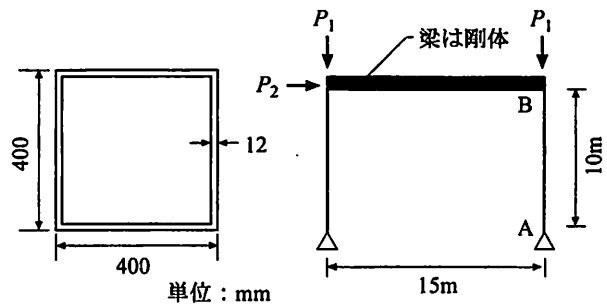

図 4-1
①		②		③		④		⑤
(2) 図 4-1 に示す門型フレームに短期荷重 P_1 および P_2 が作用する場合の柱の許容応力度設計を行う。柱は箱形断面で \square -400×400×12 であり、鋼種は SN490 である。なお、梁は剛体とする。
- 5) $P_1=400(\text{kN})$ および $P_2=100(\text{kN})$ の場合、図 4-1 の右柱 AB に生じる圧縮軸力 N および最大曲げモーメント M を求めなさい。